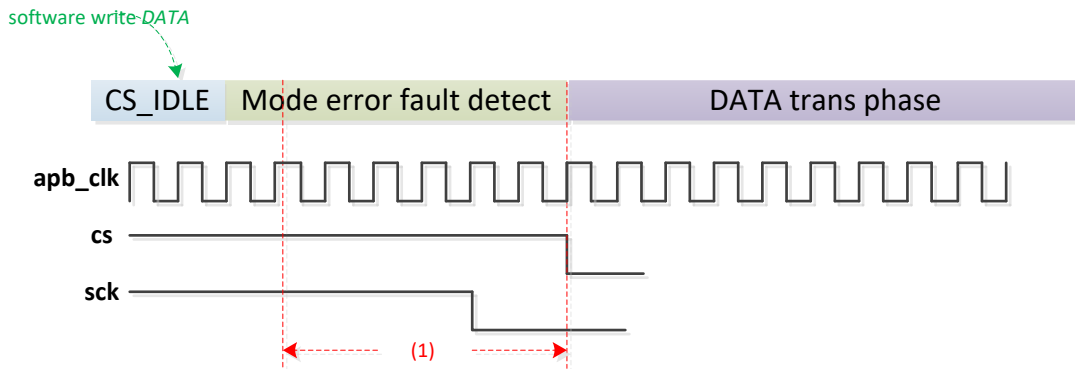

图 19-9 模式故障检测限制
在某些特殊情况下，主机 1 模式故障检测功能可能无法检测到模式故障。如果在图 19-9 中的 (1) 周期内主机 2 驱动 CS 为低电平，则主机 1 的 SPI 主控制器不会设置 MODEF。只有主机 2 在 (1) 周期之前驱动 CS 为低电平，主机 1 才可以正常设置 MODEF。